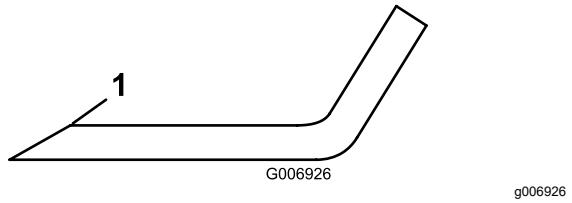

Figura 68
5. Inspeccione los filos de todas las cuchillas. Afílelos si están romos o tienen mellas. Afile únicamente la parte superior del filo y mantenga el ángulo de corte original para asegurar un afilado correcto (Figura 68).
6. Si está romo o tiene desperfectos, afile únicamente el filo superior y mantenga el ángulo de corte original (Figura 68).